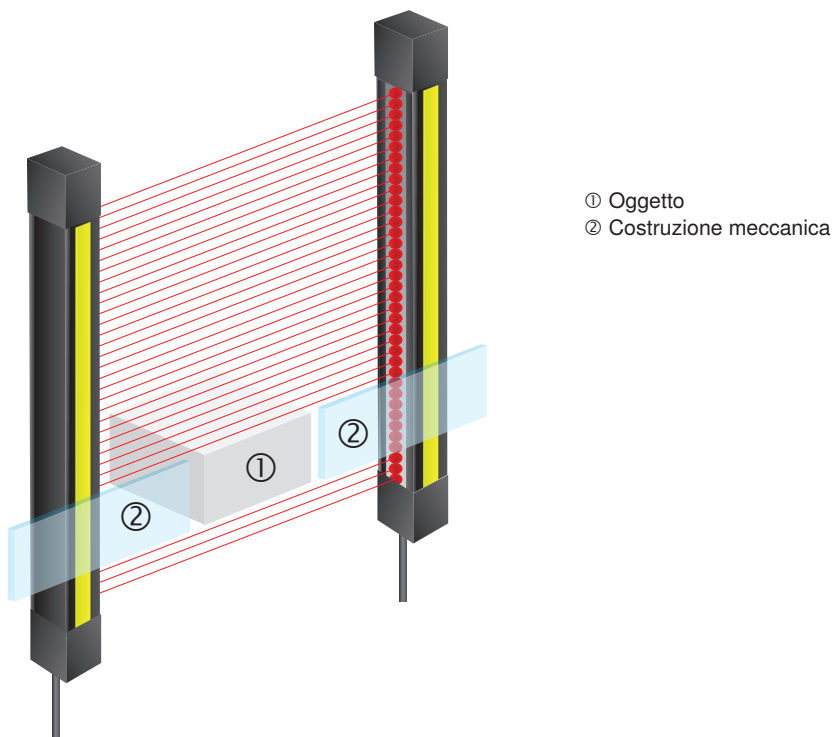

Figure 21: Protezione aggiuntiva per l'area nascosta
- Un'area nascosta è un "buco nella zona protetta". L'area deve quindi essere assicurata con altri mezzi, ad esempio meccanicamente (vedere Figure 21).